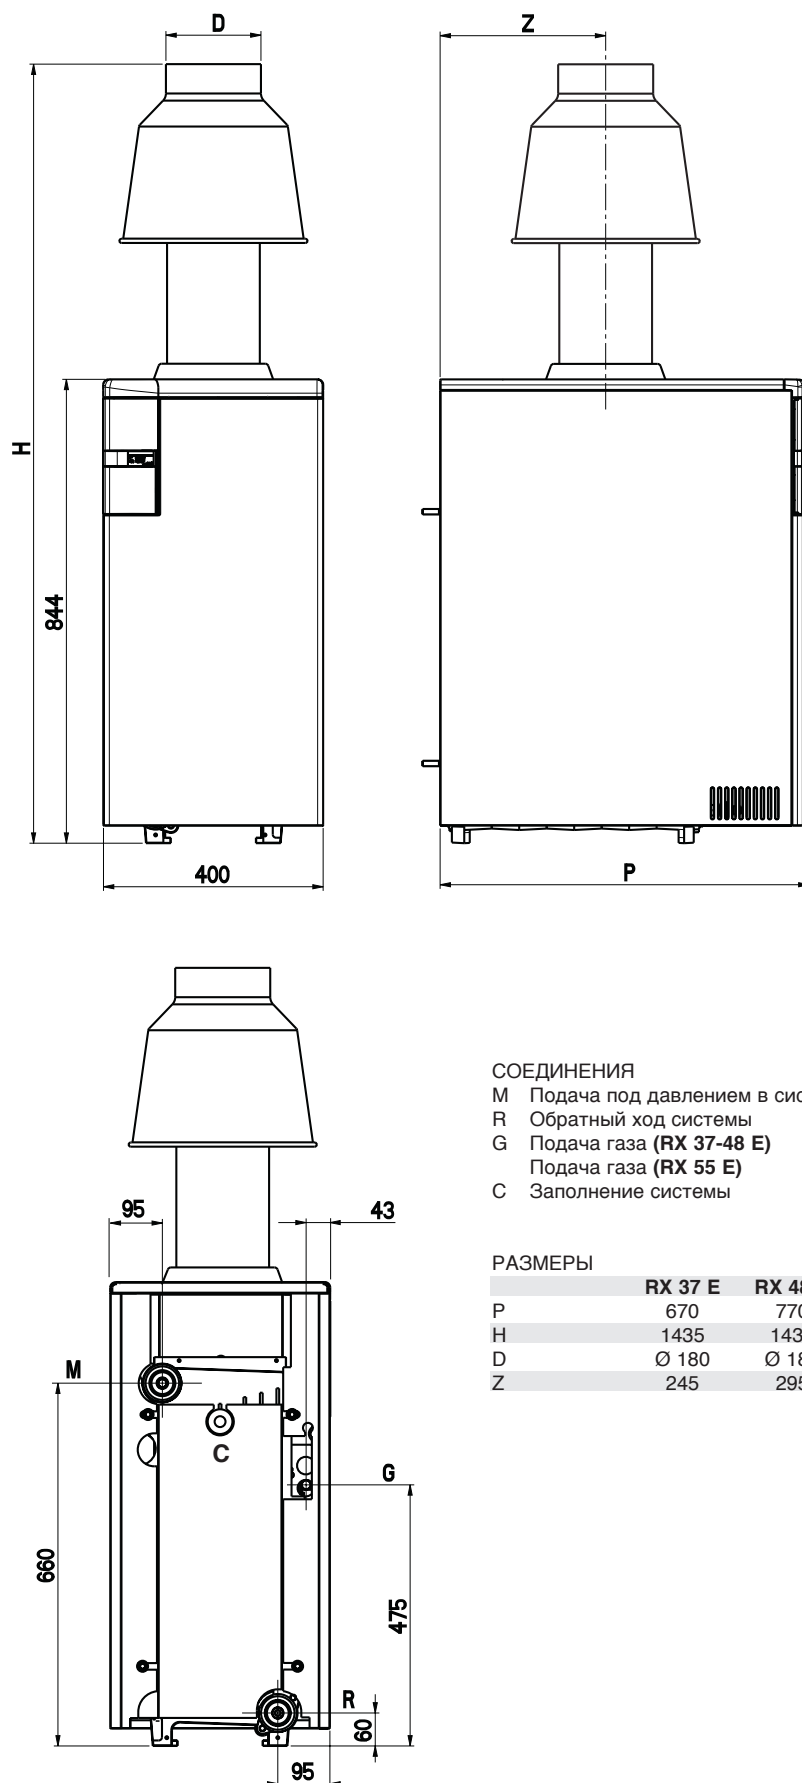

Рис. 1/а
1.2.1 Модель "RX 19-26 E" (Рис. 1)
1.2.2 Модель "RX 37-48-55 E" (Рис. 1/а)